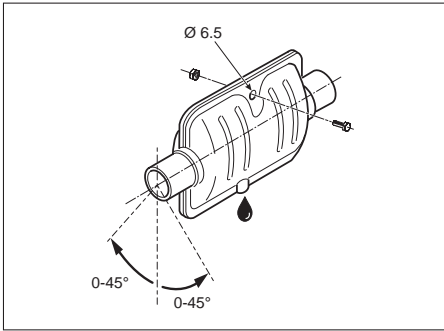

Fig. 23: Monteringsläge avgasjuddämpare
- ▶ Säkerställ korrekt monteringsläge. Se Fig. 23.